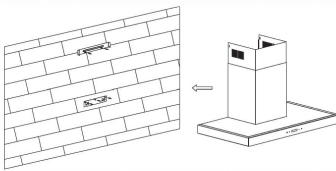

Abb. 4
4. Montieren Sie die Dunstabzugshaube an der Halterung. Siehe Abb. 4.